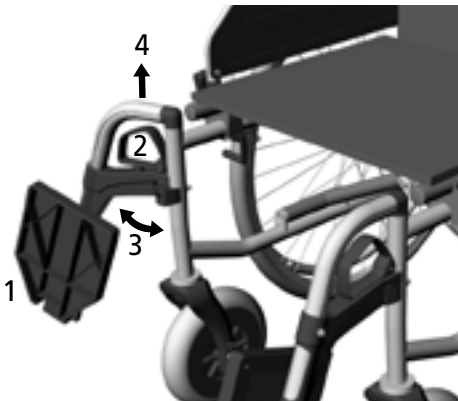

Abb.9
2. Ziehen Sie den Verriegelungsgriff nach oben (2, Abb. 9).
3. Schwenken Sie die Beinstütze zur Seite (3, Abb. 9).
4. Wenn Sie die Beinstütze abnehmen wollen: Greifen Sie die Beinstütze am waagrechten Teil des Rohrs und ziehen Sie die Beinstütze nach oben aus der Führung heraus (4, Abb. 9).